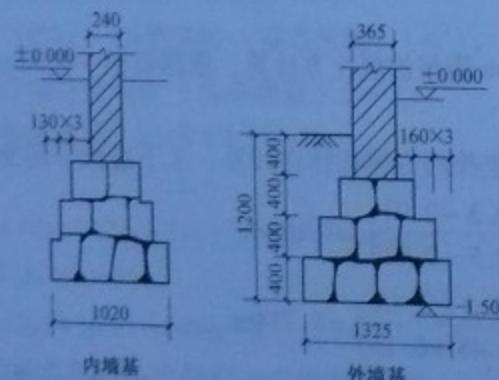

图 1-11 人工地槽示意图
**【例 1-11】** 如图 1-11 所示, 现场土质一、二类土, 计算人工挖地槽工程量。